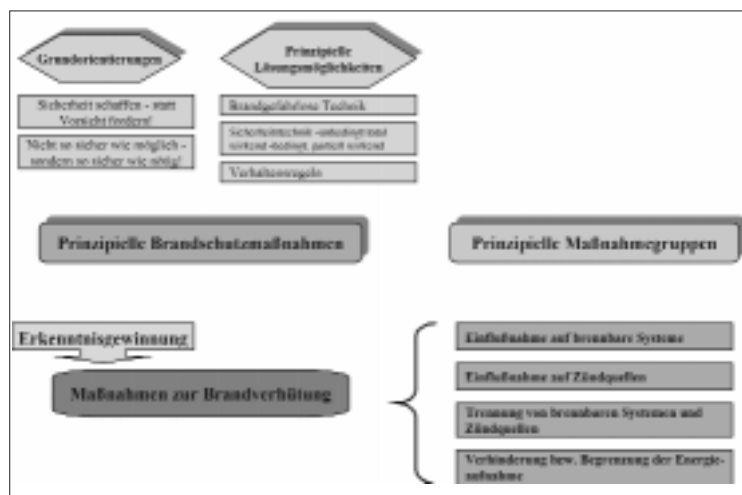

Abbildung 4: Erkenntnisverwertung.
- Maßnahmen zur Verhinderung einer Brandentstehung (Abbildung 4),